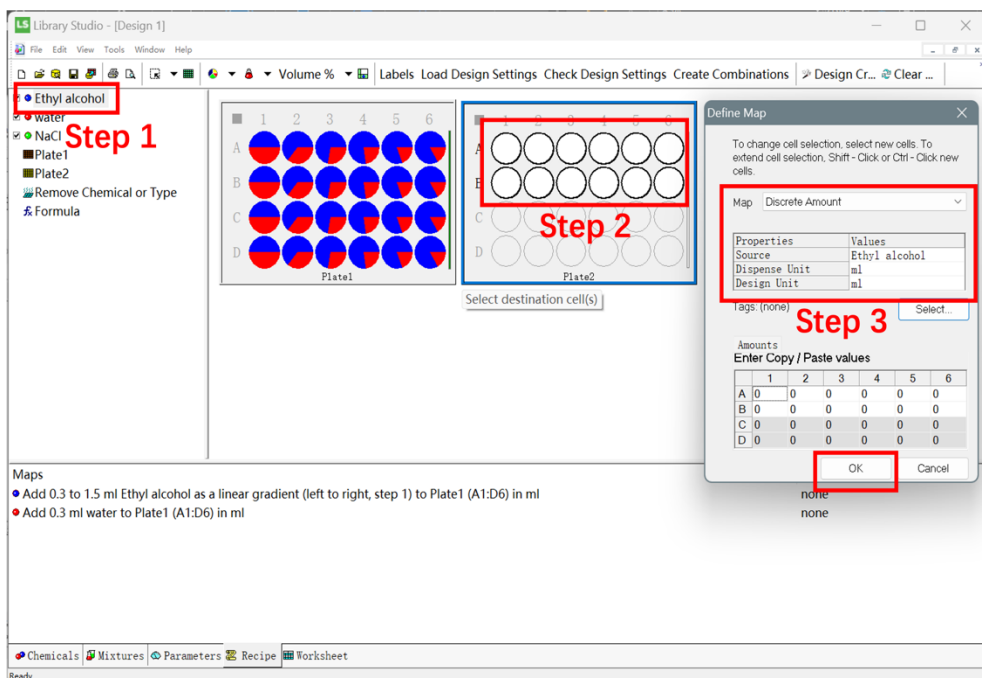

图 6-2-8
3) 添加化学品到实验板位中: 如图 6-2-8, 按照实验顺序, 选中“Sources”中的对应化学品, 并直接拖入对应板位中, 再在板位上选中需要添加该化学品的孔位(若需加入多个孔位, 可以直接拖拽选择连续孔位, 或者按下“Ctrl”键后鼠标左键选择相应孔位)。随后在出现的“Define Map”窗口中, 设置该化合物的单位(Dispense Unit 及 Design Unit, 两个单位必须保持一致), 所选单位应与样品类型匹配(例如, 固体选 mg/ μ g, 液体选 mL/ μ L)。其中“Map”选项的下拉菜单中也有多种输入方式可选, 包括手动输入(Discrete Amount)、表格导入(Exists)、百分比递增(Geometric)、梯度递增(Gradient)、统一(Uniform)等。完成后选择“OK”, 用同样的方法编辑添加其他化学品。